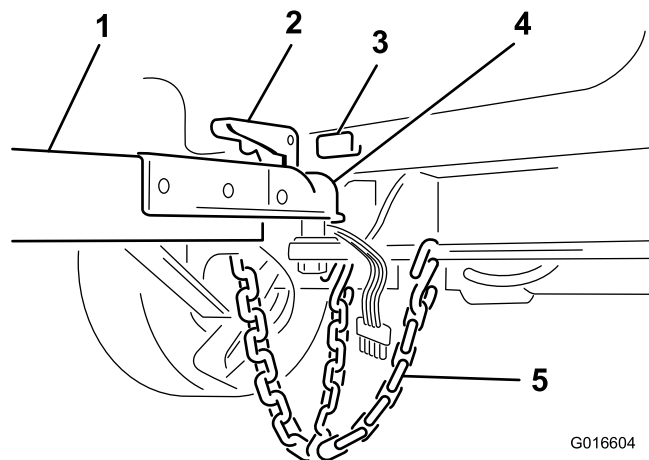

Figure 5
5. Posez la goupille de verrouillage pour fixer le levier (Figure 5).